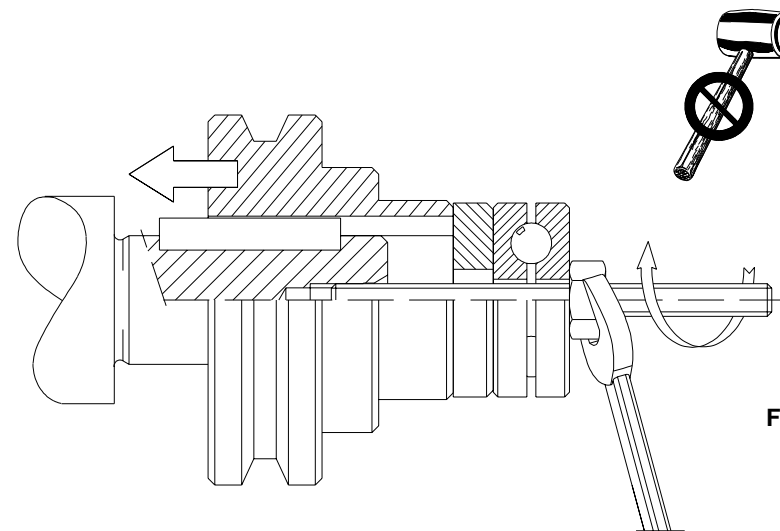

Fig. 1
- El montaje de distintos órganos (polea, ruedas dentadas, juntas, etc.) sobre los ejes debe ser efectuado utilizando los agujeros roscados correspondientes u otros sistemas, asegurando una operación correcta sin correr el riesgo de dañar los cojinetes o las partes externas de los grupos (fig. 1).